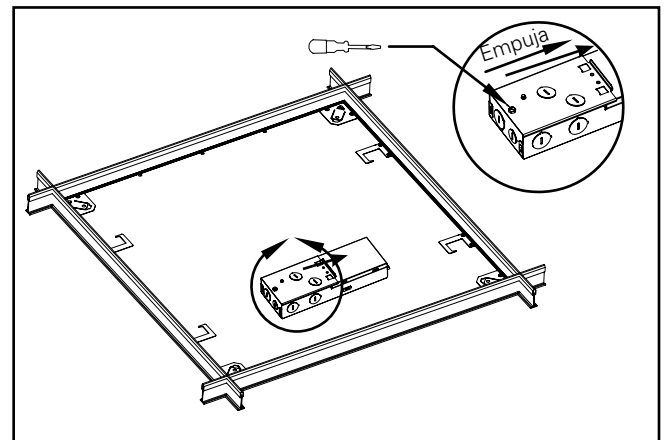

Imagen 6.
- Mete todos los cables y tuercas para cables en la caja de conexiones del accesorio, reemplaza la placa de acceso eléctrico y encaja de manera segura en su lugar (Fig. 6).